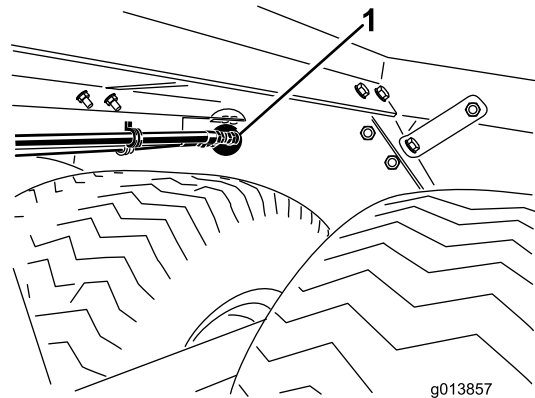

Figura 2
7. Asegúrese de que las conexiones de entrada y salida y el soporte de montaje de la guía de las mangueras caben limpiamente por los taladros redondos del tabique trasero del chasis de la (Figura 2).